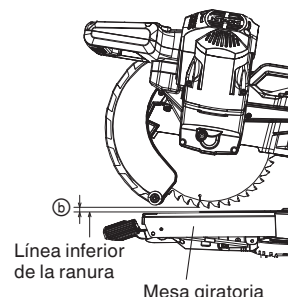

Fig. 42
- (1) Gire la placa de anclaje en la dirección mostrada en la Fig. 42. Baje la cabeza del motor y gire la perilla de parada con la mano. (Donde la cabeza de la perilla de parada entra en contacto con la placa de anclaje.)
- (2) Ajuste la profundidad de corte deseada regulando la distancia entre la hoja de sierra y la superficie de la mesa giratoria (consulte ⑥ de la Fig. 42).